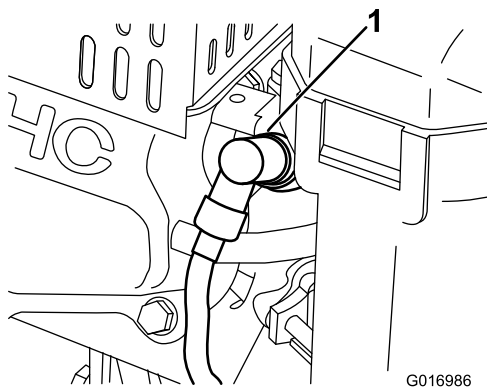

Figure 26
1. Débranchez le fil moulé de la bougie (Figure 26).